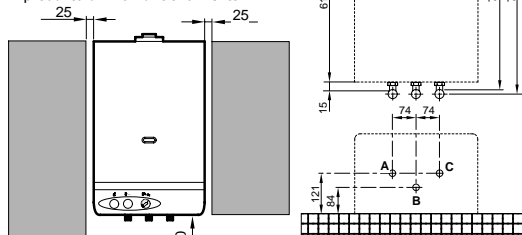

fig. 5
- El calentador se instalará en una pared adecuada y para poder efectuar las operaciones de mantenimiento es indispensable dejar alrededor del mismo las distancias mínimas que se indican en la fig. 5;